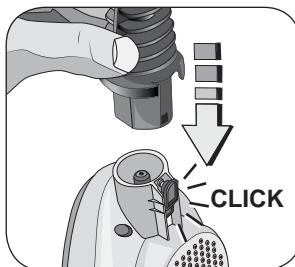

Fig. 18
Steek het accessoire voor weefsels (9) op de koppeling van de behuizing van het apparaat. U hoort een klik als hij goed is gemonteerd (Fig 18).